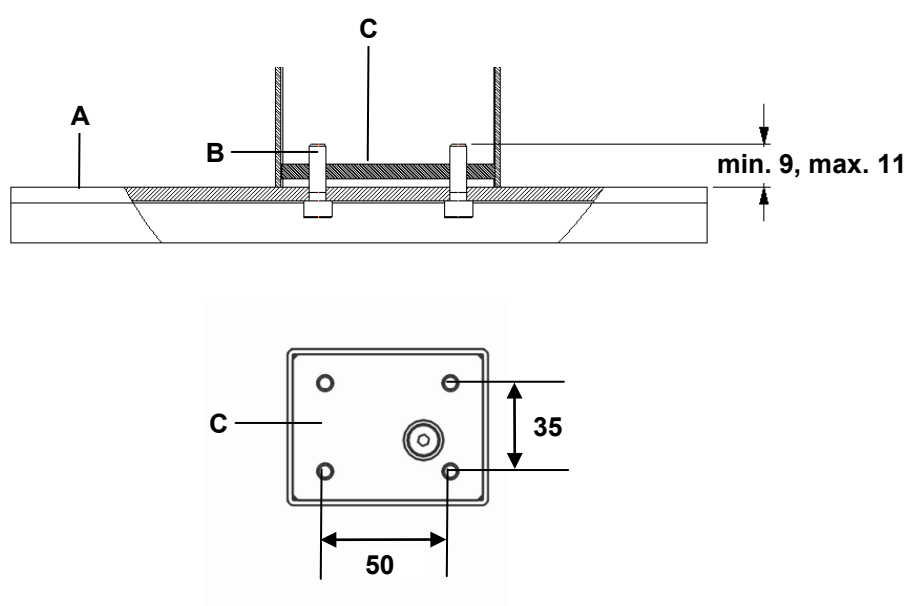
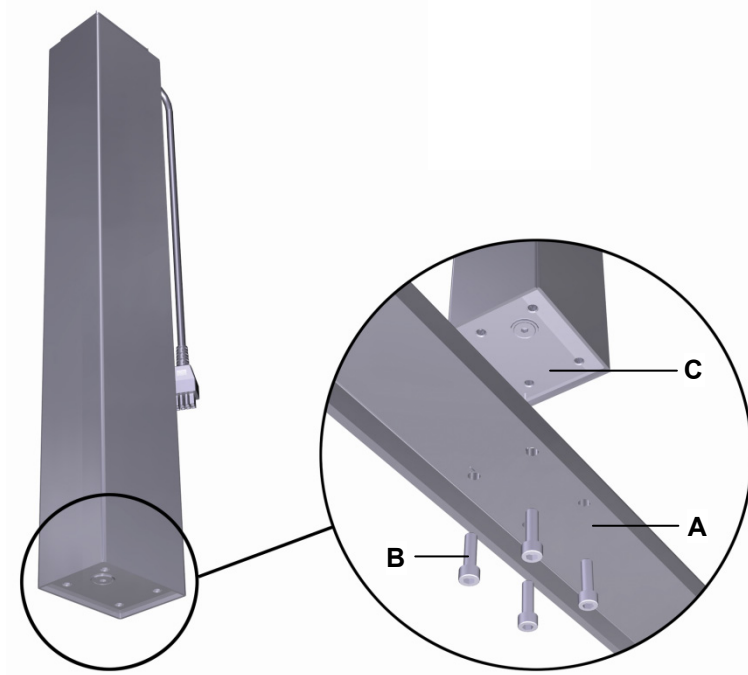

Abbildung 17 Montage Tischfuß (Angaben in mm)
Abbildung 18 Montage Tischfuß
- Verwenden Sie Schrauben M6 (Festigkeitsklasse 8.8), wie in Abbildung 17 gezeigt. Das Anzugsdrehmoment beträgt 10 Nm.
- 1 Schrauben Sie den Tischfuß mit vier Schrauben an das Fußende der Hubsäule ID21, wie in Abbildung 18 gezeigt (Anzugsdrehmoment 10 Nm). Die Montagemaße entnehmen Sie Abbildung 17.